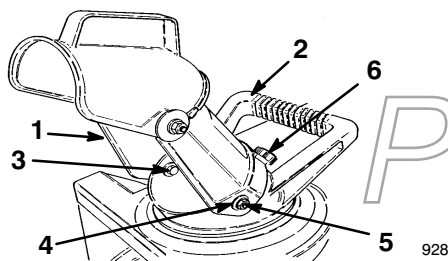

Figure 2
1. Placer les trous dans les côtés de l'éjecteur sur les boulons six pans sur les côtés de la poignée d'orientation (Fig. 2).
2. Fixer l'éjecteur aux boulons six pans à l'aide de 2 rondelles et 2 écrous (Fig. 2).
5. Visser **solidement** le bouton sur la vis à l'arrière de l'éjecteur (Fig. 2).